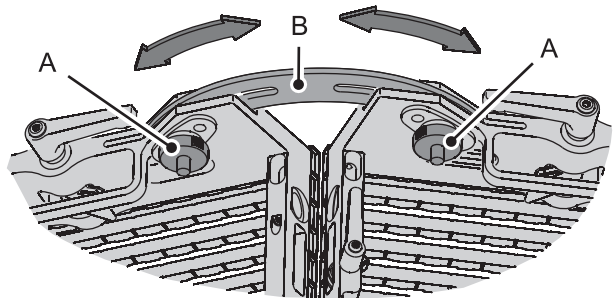

Bild 15: Gekrümmte, horizontale Verbindung der Module
4. Siehe Bild 15. Montieren Sie die Rändelschrauben **A** des Curving Kits im oberen und unteren Abschlussprofil jedes Moduls. Verwenden Sie die mitgelieferten Stopfmuttern, um ein Herausfallen der Schrauben zu verhindern.